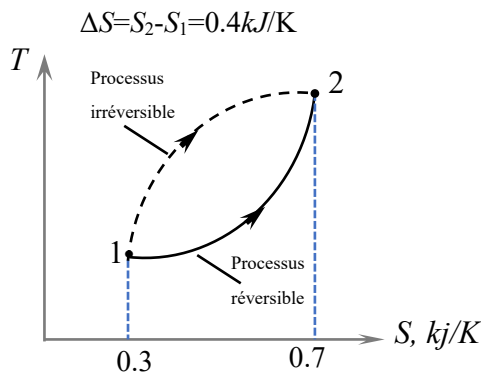

**Figure 4.2** La variation d'entropie entre deux états ne dépend pas du caractère réversible ou irréversible du processus.
4. **Comment la calculer pour un vrai processus (irréversible) ?** c'est crucial ! Puisque l'entropie est une propriété, la **variation  $\Delta S$  entre deux états est la même, que le processus soit réversible ou irréversible (Fig. 4.2).**